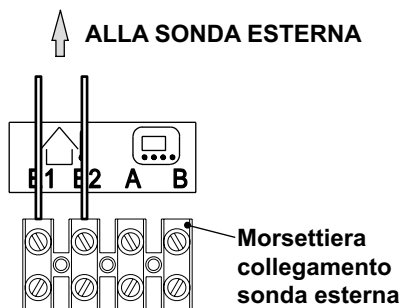

Fig. 5.25
- Collegare ai morsetti **E1** e **E2** della morsettiere i due conduttori elettrici come indicato in Fig. 5.25 .